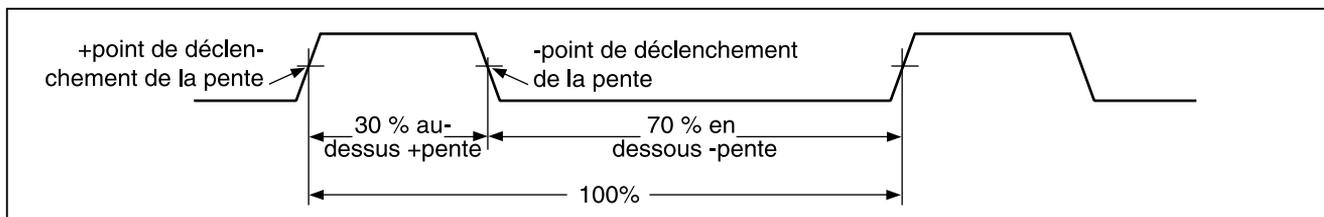

Figure 9. Composants des mesures de rapport cyclique
Pour mesurer la fréquence, branchez le multimètre à la source du signal et appuyez sur . La pression de  permet de basculer la pente du déclenchement entre + et - comme l'indique le symbole à gauche de l'affichage (reportez-vous à la figure 9 sous « Mesures de rapport cyclique »). La pression de  permet d'arrêter et de démarrer le compteur.
Le rapport cyclique (ou facteur de forme) indique le pourcentage du nombre de fois qu'un signal est au-dessus ou en dessous d'un niveau de déclenchement pendant un cycle (Figure 9). Le mode de rapport cyclique est optimisé pour mesurer les intervalles actifs ou inactifs des signaux de commutation ou des signaux logiques. Les systèmes d'injection électronique de carburant et les alimentations à découpage notamment sont contrôlées par des impulsions de largeur variables qui peuvent être vérifiées par une mesure de rapport cyclique.
2. Appuyez sur  une deuxième fois pour mesurer le rapport cyclique du signal. Appuyez sur  pour mesurer l'impulsion négative ou positive du signal, reportez-vous à la figure 9.